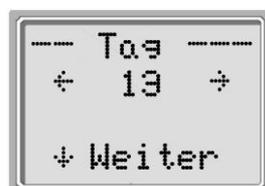

Bild 37
- Nach Einstellen des Monats drücken Sie die UNTEN ▼ Taste ⑩, um den Tag einzugeben (Bild 37).
- Drücken Sie die LINKS ◀ Taste ⑨ oder RECHTS ▶ Taste ⑫, um den Tag einzustellen.